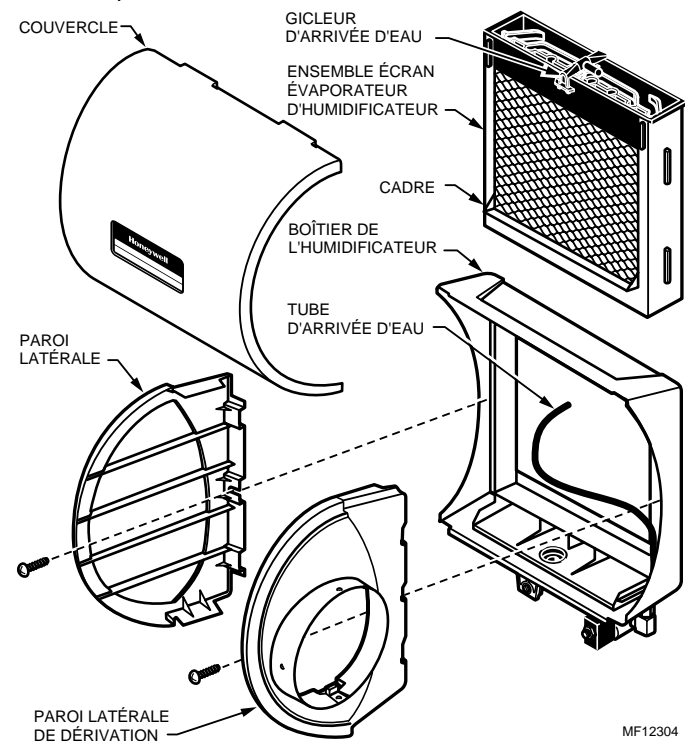

Fig. 2. Composants de l'humidificateur.
4. Démontez l'humidificateur. Enlever le couvercle et retirer l'ensemble écran évaporateur d'humidificateur. Voir la Fig. 2.